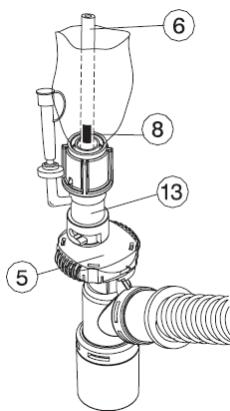

図 4
- (7) 回転バルブ(5)を時計方向へ回し、クリック音がするまで閉じる。(図4)